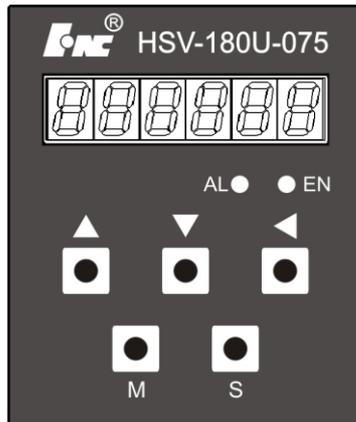

图 6.1 HSV-180US、HSV-180U1S 主轴驱动单元操作面板图
- 驱动单元面板由 6 个 LED 数码管显示器、5 个按键▲、▼、◀、M、S 和 2 个面板指示灯组成。面板示意图如图 6.1 所示。